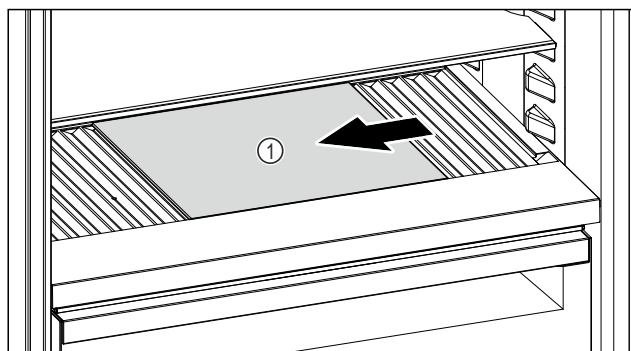

Fig. 252
- Пересуньте скляну пластину Fig. 252 (1) вліво, в центр або вправо.